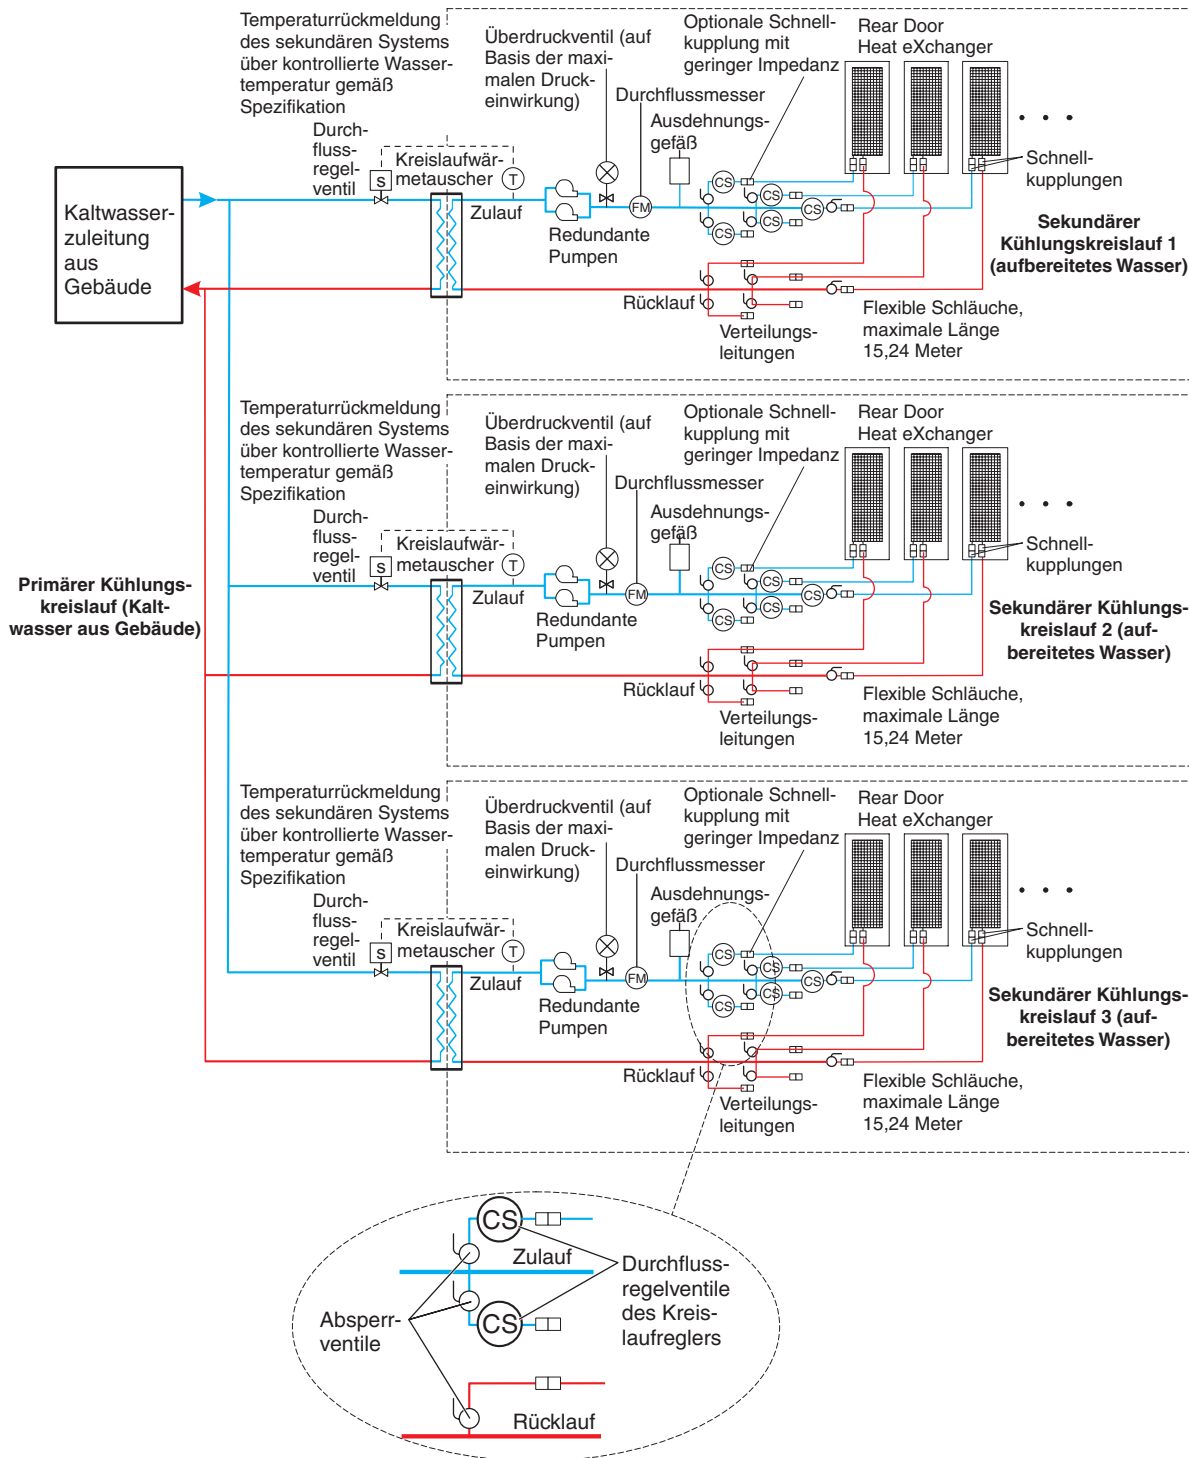

Abbildung 5. Primäre und sekundäre Kühlkreisläufe
In Abb. 5 auf Seite 18 bis Abb. 8 auf Seite 21 sind typische Kühlungssysteme dargestellt, die eine größtmögliche Flexibilität bieten. Lesen Sie folgende Richtlinien, bevor Sie die Installation planen:
- Nachdem Sie die Gesamtdurchflussgeschwindigkeit mithilfe eines Durchflussmessers wie oben beschrieben für alle Wärmetauscher festgelegt haben, müssen Sie unbedingt das Leitungssystem so gestalten, dass es die gewünschte Durchflussgeschwindigkeit für die einzelnen Wärmetauscher ermöglicht. Außerdem muss eine Überprüfung der Durchflussgeschwindigkeit möglich sein. In Abb. 5 auf Seite 18 bis Abb. 8 auf Seite 21 ist die Verwendung von Kreislaufreglern (Circuit Setters) zur Einstellung der Durchflussgeschwindigkeit für jeden Wärmetauscher dargestellt. Mit anderen Verfahren (zum Beispiel mit integrierten oder externen Durchflussmessern) lässt sich unter Umständen die Durchflussgeschwindigkeit mithilfe einzelner Absperrventile noch präziser regeln.
- Gestalten Sie den Durchflusskreislauf so, dass der Gesamtdruckabfall innerhalb des Durchflusskreislaufes möglichst gering gehalten wird. Für die Funktion der optionalen Schnellkupplung mit geringer Impedanz (siehe Abb. 5 auf Seite 18 bis Abb. 8 auf Seite 21) können aufgrund des hohen Druckabfalls, der sich aus dem Durchfluss durch vier Schnellverschlusspaare nacheinander ergibt, keine Parker-Schnellkupplungen eingesetzt werden, die beim Wärmetauscher verwendet werden. Hierfür müssen Schnellverschlüsse mit einer sehr niedrigen Durchflussimpedanz (nahezu 0) verwendet werden. Sie können jedoch auch einen Schlauch-tüllenanschluss anstelle dieser Schnellverschlüsse verwenden.
In Abb. 5 auf Seite 18 ist ein typisches Kühlungssystem mit den Komponenten des primären und sekundären Kühlungskreislaufs dargestellt.